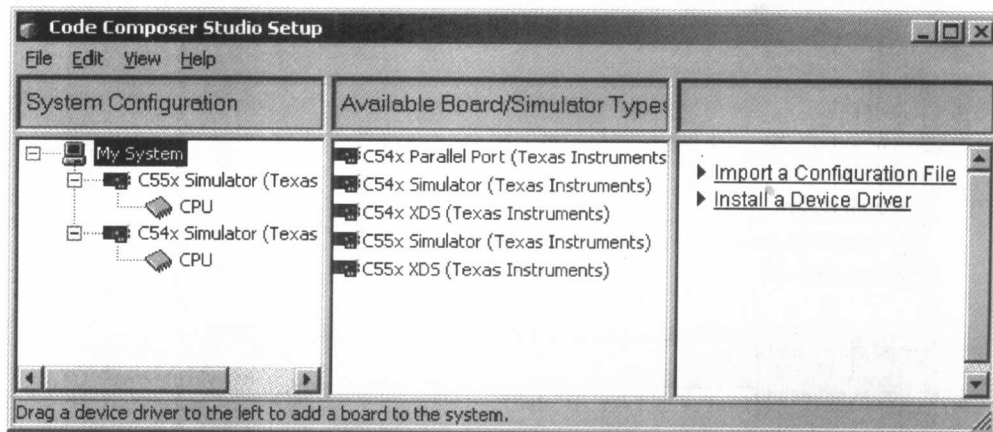
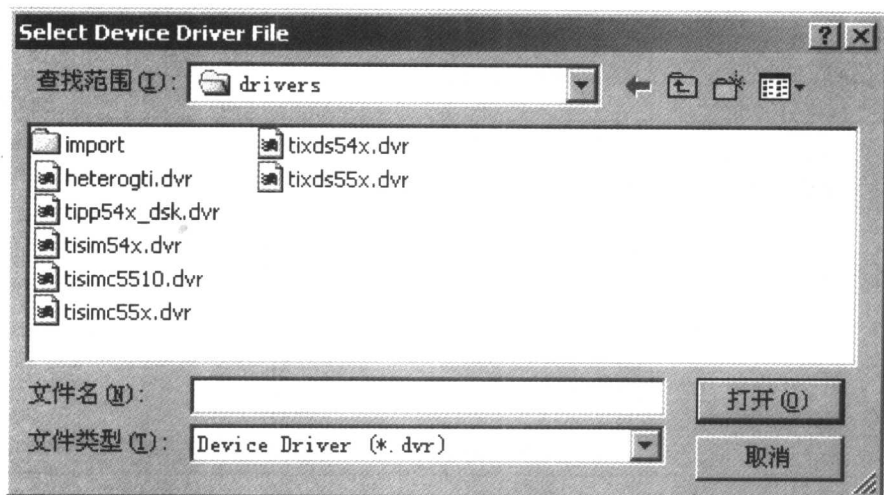
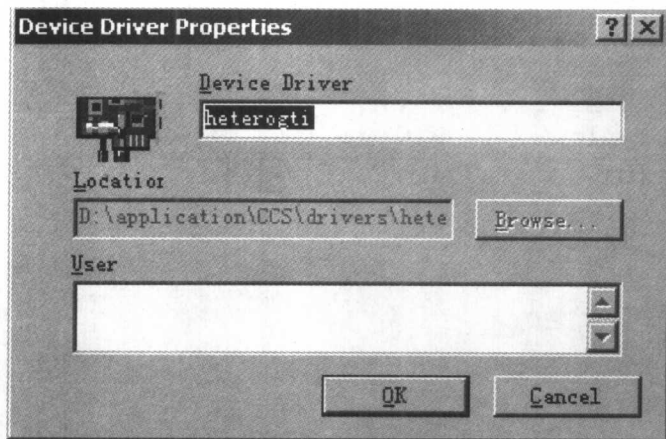

图 1.2 CCS2 配置界面
图 1.4 驱动程序配置对话框
图 1.5 驱动程序属性窗口
双击桌面上的 Setup CCS2studio 图标,或者在开始菜单中运行 Setup Code Composer Studio 程序,可以激活 CCS2 的配置工具,配置界面如图 1.2 所示。
图 1.2 左边一栏中的 My System 表示系统配置;C55X Simulator/C54X Simulator 表示当前的仿真器目标板;CPU 表示相应的处理器。这个界面中列举了已经安装的可供选择的配置。改变当前的工作配置时,需要保存改变的配置才能生效。中间一栏表示已经安装的仿真器类型。图中是已经安装的 CCS2 自带的 TI 公司的 C54X 和 C55X 系列仿真器。右边一栏是配置命令/信息选项,单击 Import a Configuration File,便出现仿真器导入配置对话框。对话
单击 Install a Device Driver 选项,便出现驱动程序配置对话框,如图 1.4 所示。
(1) 双击桌面上的 Setup CCS2studio 图标,运行 CCS2 的配置程序,出现如图 1.2 所示的
(2) 选择 Edit→Install Driver 项,或者在如图 1.2 所示的配置界面的右边一栏单击 Install a Device Driver 选项,出现如图 1.4 所示的驱动程序配置对话框。选择需要的驱动程序,这里选 heterogti.dvr,会出现如图 1.5 所示的驱动程序属性窗口,在此可以为驱动程序重新命名。该驱动程序默认的名字是 Heterogeneous Multi - Target (Texas Instruments),单击 OK。
(3) 执行菜单命令 Edit→Add to System, Heterogeneous Multi - Target (Texas Instruments)便出现在 CCS2 配置界面的中间一栏,如图 1.6 所示(与图 1.2 对照,中间一栏多了 Heterogeneous Multi - Target (Texas Instruments)一项)。